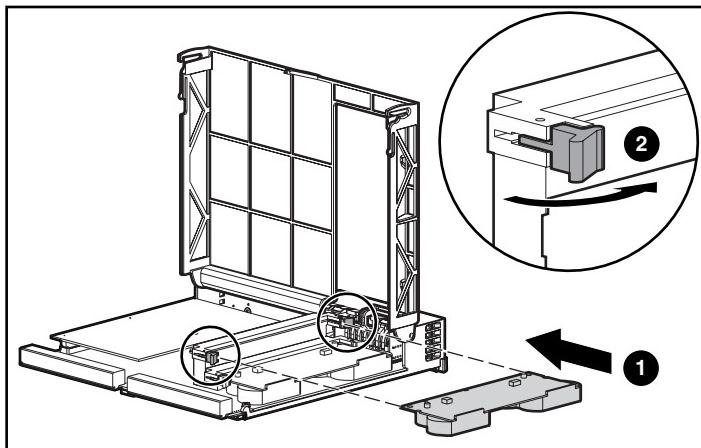

Figura 7: Instalación del módulo de memoria caché
6. Instale la nueva memoria caché del Controlador MSA1000 insertándola en el Controlador **1**. Asegúrese de que los pestillos laterales enganchan perfectamente **2**. Consulte la Figura 7.